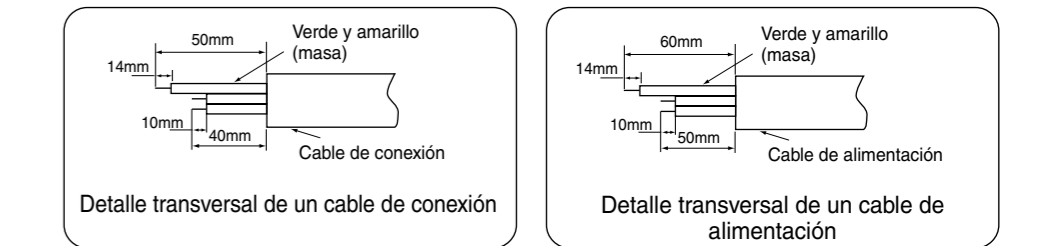

Figura 3-2
- Corte el cable de conexión, el cable de alimentación y pite el aislador del cable, como se muestra en la Figura 3-2.